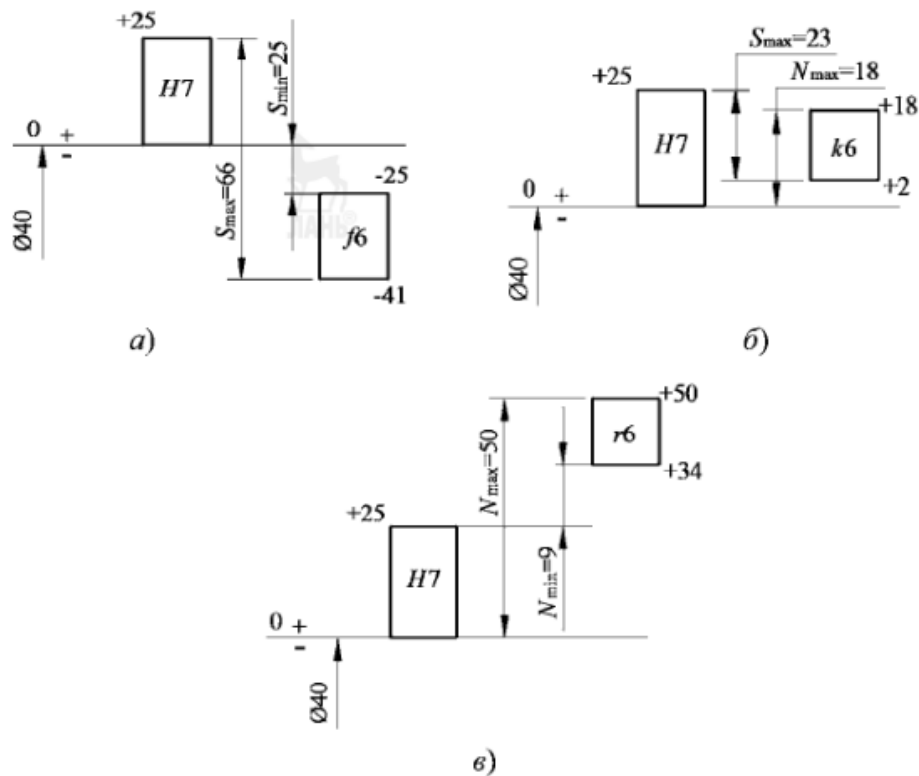

Рисунок 4.20 – Схемы расположения полей допусков посадок:
5. Построить схемы расположения полей допусков заданных посадок (рисунок 4.20)